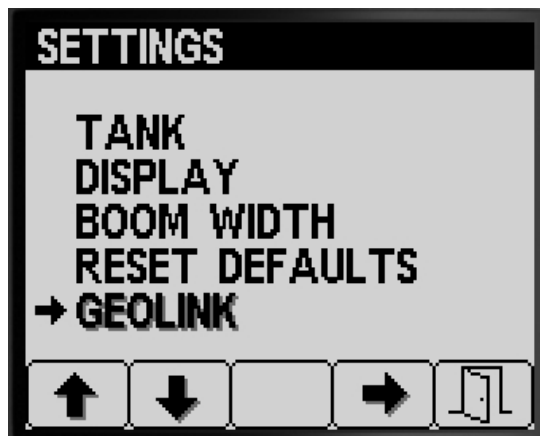

Figura 36
1. Apăsai butonul 1 sau 2 din ecranul SETTINGS (setări) până când ajungei la opțiunea GEOLINK (Figura 36).
2. Apăsai butonul 4 pentru a selecta intrarea GeoLink (Figura 36).